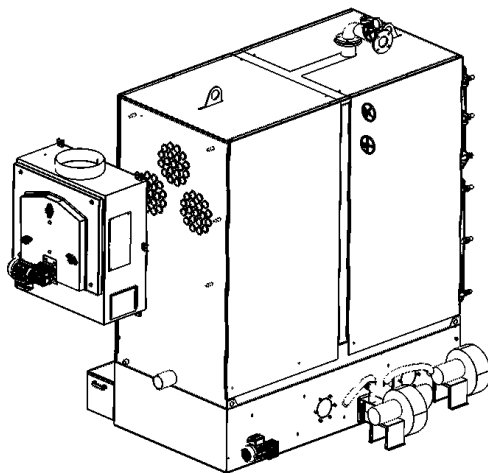

РИС. 22
8) С задней стороны корпуса котла закрепляем дымовой боров, используя гайки М12 (3 шт) и шайбы 12 (3 шт), входящие в комплекте (см. рис. 22).